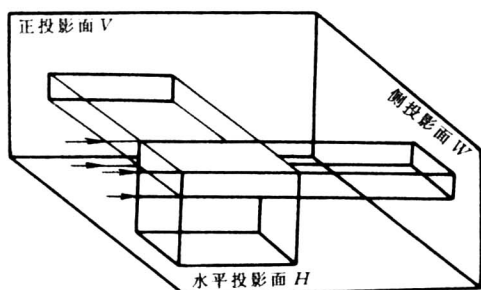
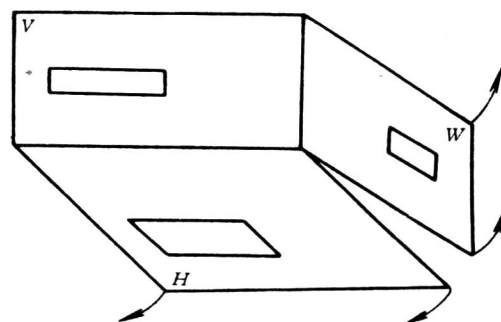
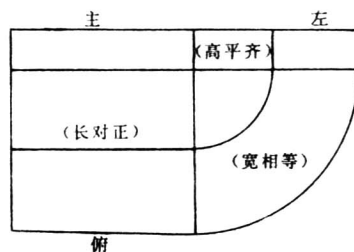

图 1-2 长方体在三个投影面上的投影
图 1-3 投影面的展开
图 1-4 展开后长方体的三视图
(2) 三视图 将长方体置于三个互相垂直的投影面体系中，使其底面与水平投影面平行，前面与正投影面平行，分别向三个投影面投影，可得到长方体的三个视图（见图 1-2）；将三投影面按图 1-3 中箭头所指的方向顺次旋转展开，即形成三视图（见图 1-4）。